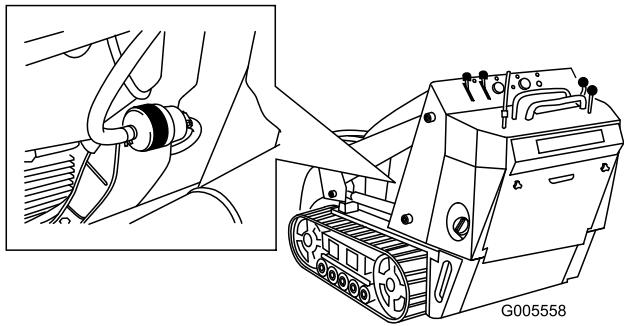

Рисунок 37
4. Пережмите топливопроводы на обеих сторонах топливного фильтра (Рисунок 37).
5. Сожмите концы шланговых хомутов и сдвиньте их с фильтра (Рисунок 37).